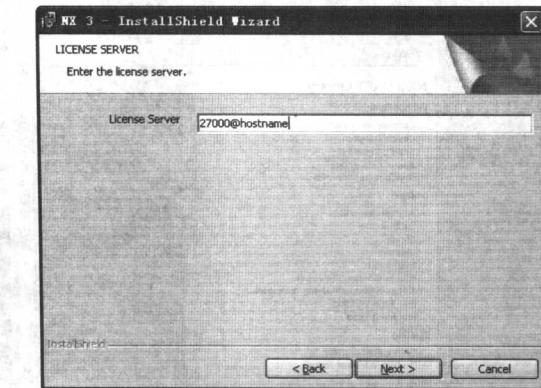

图 1-13 指定服务计算机网络名
(7) 单击 Next 按钮后，软件要求指定服务安装的位置，在对话框的 Server 文本框中输入 27000@hostname，如图 1-13 所示。